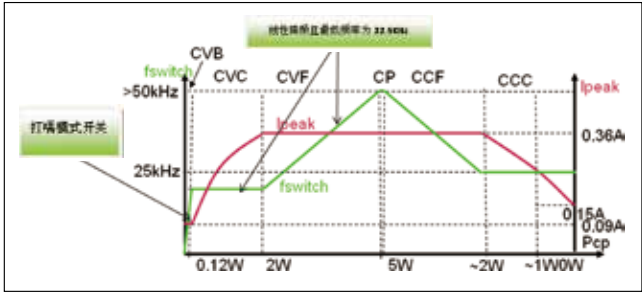

图3: 节能及减少噪声的工作模式。
- 其它时候的工作频率会高于 22.5KHzIn、低于 51.5KHz，所以一样能达到节能及减少噪声的目标，其详细工作模式如图 3 所示：